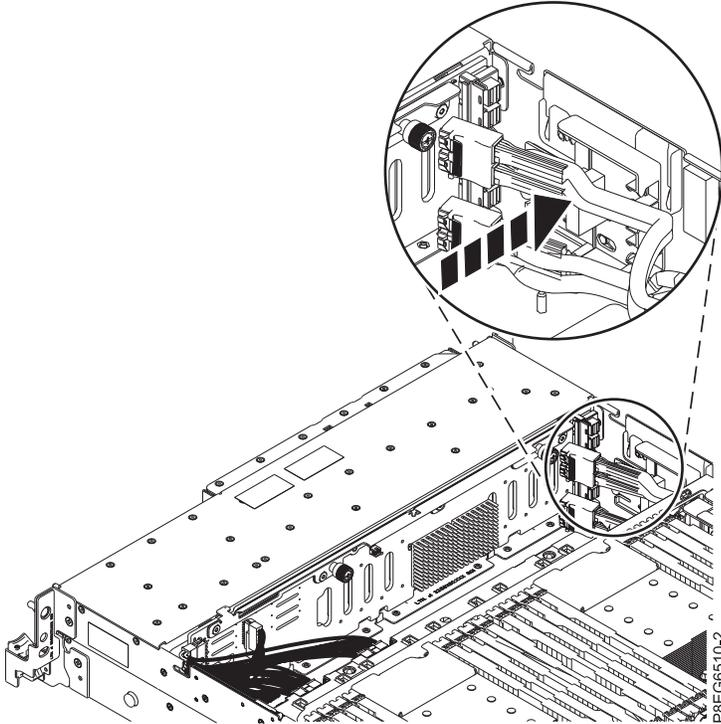

Abbildung 7. Vorderes SAS-Kabel wieder in den Führungsblock einsetzen
8. Setzen Sie das vordere SAS-Kabel wieder in den Führungsblock auf der Chassisseite ein (siehe Abb. 7 auf Seite 10).